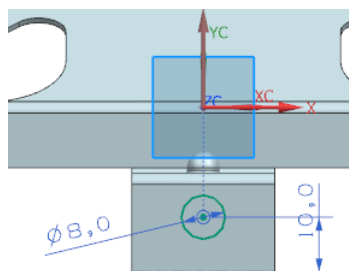
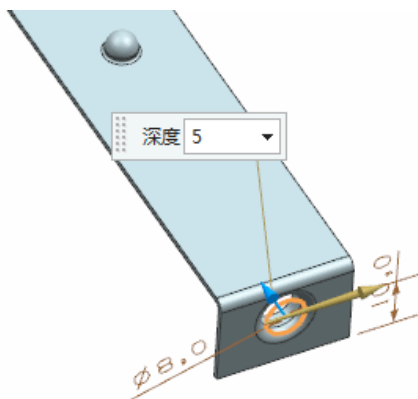

图 4-161 绘制轮廓曲线
图 4-162 预览冲压除料特征
(3) 绘制轮廓曲线，如图 4-161 所示。单击“完成”图标，草图绘制完毕。同时在视图区预览显示所创建的弯边，如图 4-162 所示。